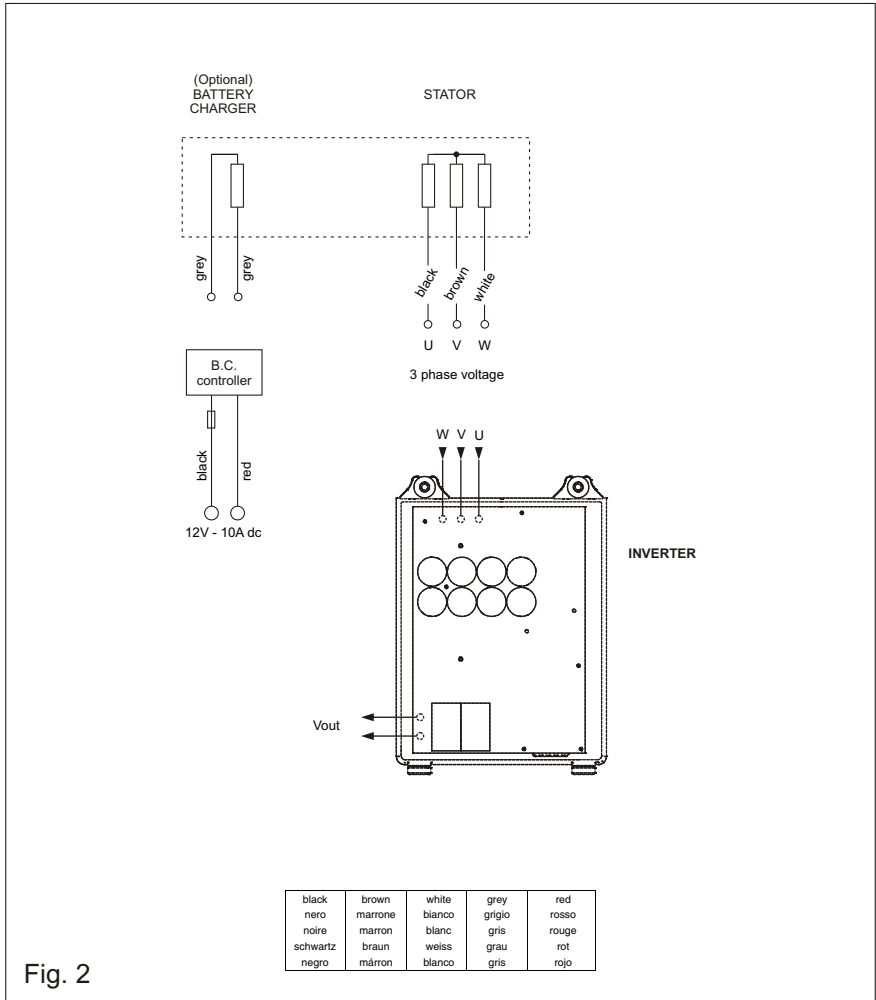

Fig. 2
2) Fissare l'alternatore completo al motore con viti V2 e rondelle adeguate: verificare che l'ingombro delle viti non superi i 10mm (coppia di serraggio 25Nm) (fig.2,3,3a)
2) Fasten the complete alternator to the engine using adequate screws V2 and washers: take care that the screw overall dimension doesn't exceed 10mm (driving torque 25Nm) (fig.2,3,3a)
2) Fijar el alternador completo al motor con tornillos V2 y arandelas adecuadas: tener cuidado que la dimensión de imngombro de los tornillos no exceda 10mm (par de torsión 25Nm) (fig.2,3,3a)
- 3) Afferrare saldamente il rotore RT e tirare con decisione per ultimare lo smontaggio (fig.2,3)
- 3) Grasp tightly the rotor RT and pull it with strenght to complete the unmounting (fig.2,3)
- 3) Agarrar solidamente el rotor RT, y tirarlo con fuerza para ultimar el desmontaje (fig.2,3)
- 3) Aggirare la cassa rotore RT, **tenendo le mani solo sulla superficie esterna, come in fig.2 (MAI METTERE LE DITA ALL'INTERNO DELLA CASSA ROTORE)**, e avvicinarla allo statore, cercando di centrarla il più possibile, fino ad appoggiare la vite sul cono del motore (fig.2,3)
- 3) Grasp the rotor frame RT, **taking care to keep hands only on the external surface, as in fig.2 (NEVER KEEP THE FINGERS INSIDE THE ROTOR FRAME)**, and move the rotor closer to the stator, trying to center it, until the screw is leaned on the engine cone (fig.2,3)
- 3) Agarrar la caja del rotor RT, **ponendo las manos solamente sobre la superficie externa (NUNCA PONER LOS DEDOS INTERNAMENTE A LA CAJA DEL ROTOR)**, y aproximarla al estator, intentando de centrarla lo más posible a eso; hasta el tornillo se apoye sobre el cono del motor (fig.2,3)